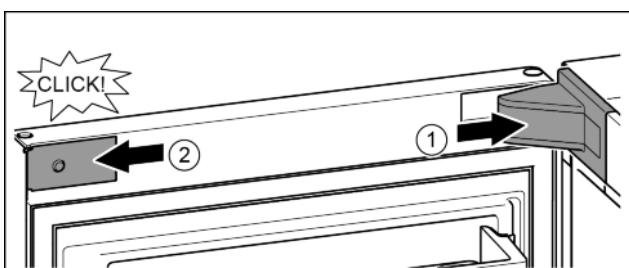

Fig. 24
- Поставете и фиксирайте капака на лагерната стойка, при нужда внимателно го натиснете настрани. Fig. 24 (1)
► Поставете странично капачката и я фиксирайте. Fig. 24 (2)